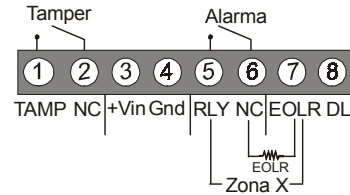

Figura 1: Bloque de terminales
- Terminal 7:** Conexión opcional del EOLR - ver Figura 1.